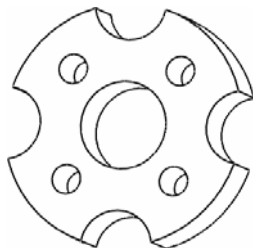

图 4-25 生成的切除特征
- 06 单击【拉伸】对话框中的  【确定】按钮, 生成切除特征, 如图 4-25 所示。